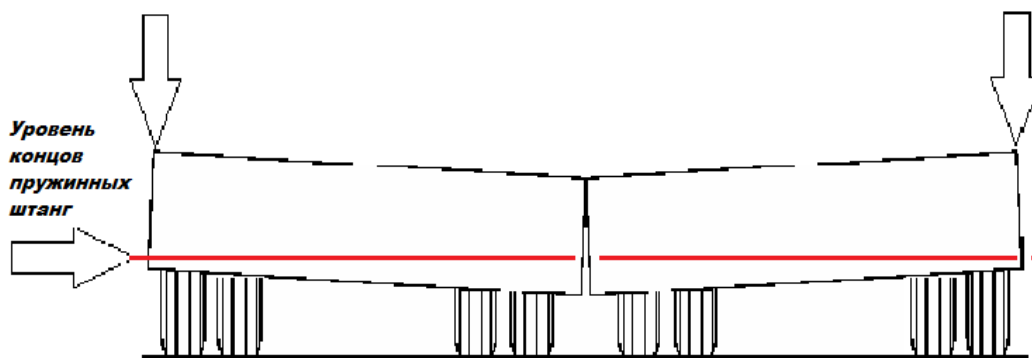

Рисунок 19. Схема размещения бункеров по отношению к линии концов пружинных штанг
5. При транспортировке используйте предупредительные огни и предохранительную цепь сцепки. Выполняйте все федеральные законы, законы штата и местные законы при транспортировке по дорогам общественного пользования. Рисунок 19 Транспортировочный стопорный штифт в транспортировочном положении